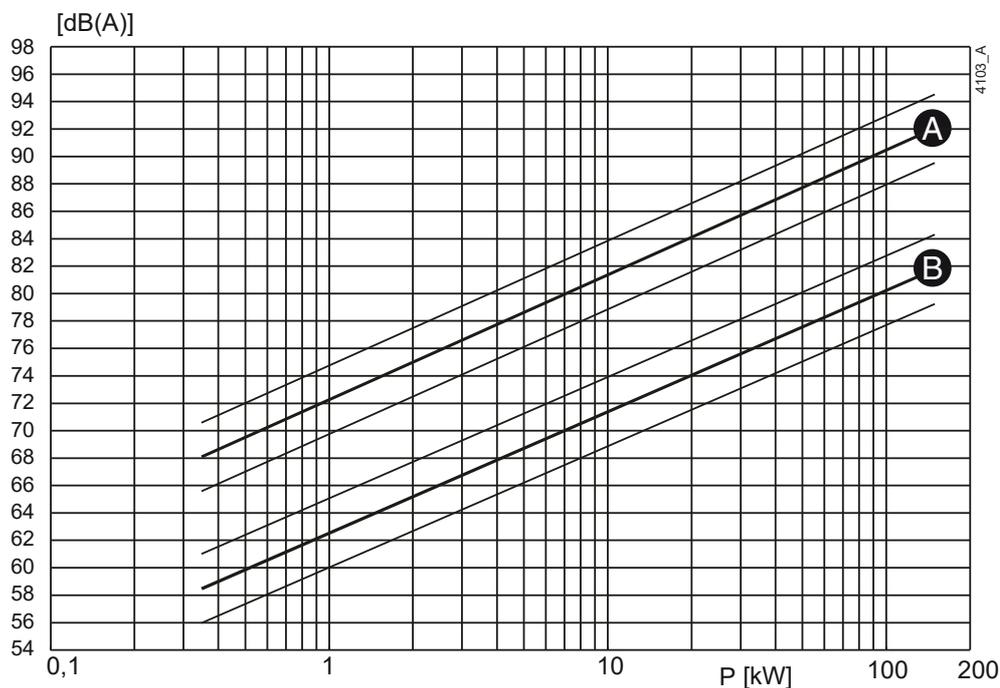
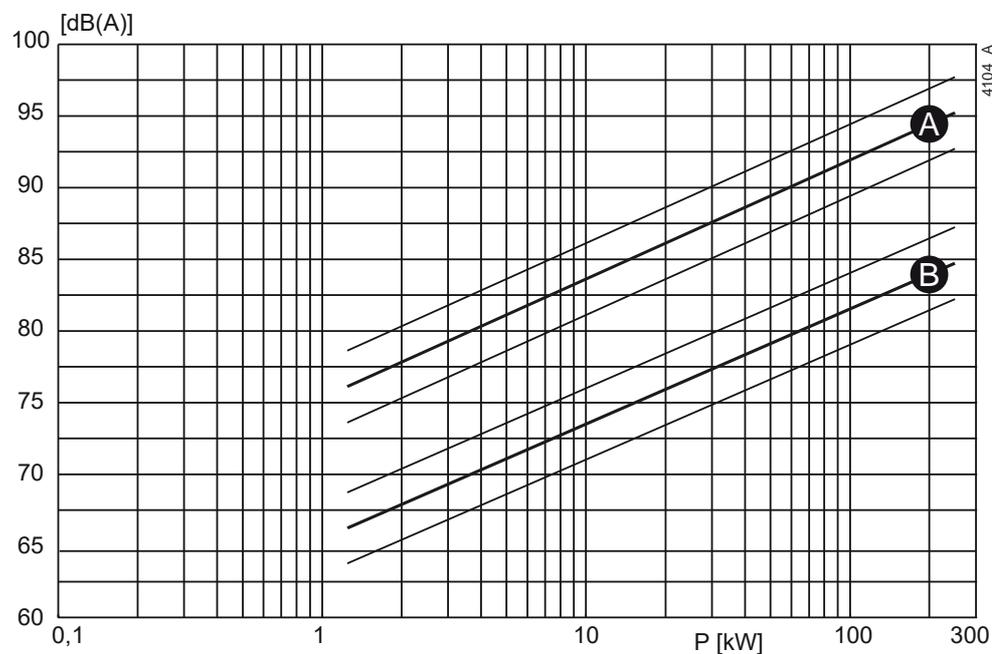

Рисунок 40: Зависимость уровня шума от мощности насоса [кВт] при 1450 об/мин
Рисунок 41: Зависимость уровня шума от мощности насоса [кВт] при 2900 об/мин
- 1 Определите уровень шума ($L1$) насоса, см. рисунок 40 или рисунок 41.